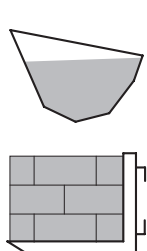

Fig. 1
- Maksymalny poziom załadowania narzędzia nie może przekraczać dolnej krawędzi w przypadku ładunku luzem oraz wysokości oparcia narzędzia w przypadku ładunków jednostkowych (patrz rys. 1).